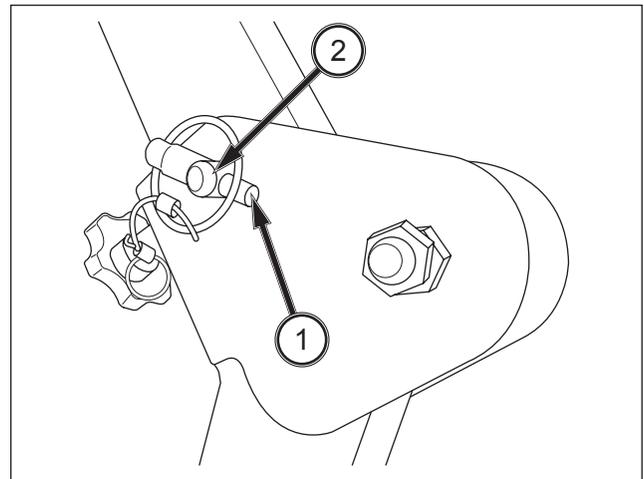

FIG. 99
**FIG. 99 et 100 :** Lorsque la hauteur libre est basse, il est possible de replier la partie supérieure de l'arceau de sécurité.